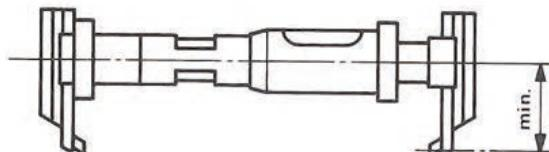

Abb. 8.
- Messeinsätze so montieren, dass die Kontaktflächen so nah als möglich der Geräteachse zu stehen kommen (Abb. 8). Spannbriden (15) blockieren.